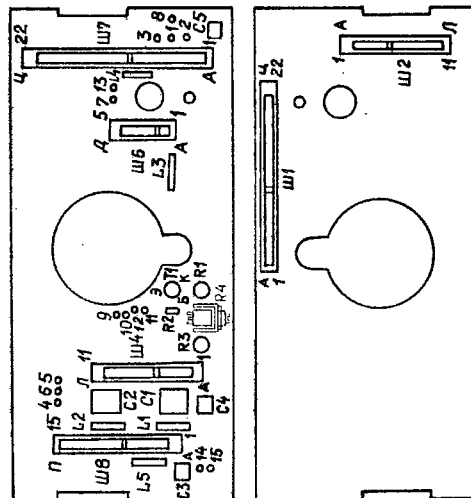

Рис. 4
- Рис.4. Плата объединительная (У12).